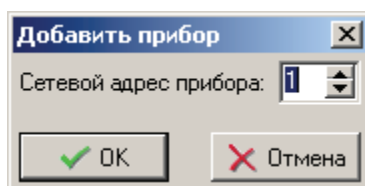

Рисунок 3.67
- кнопка **Добавить** служит для добавления в список нового прибора и для вызова всплывающего окна **Добавить прибор** (см. рисунок 3.67);